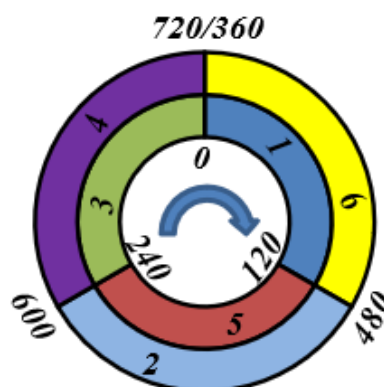

Рисунок 3.45. Диаграмма чередования тактов в 6-ти цилиндровом ДВС
После установки поршня первого цилиндра в ВМТ такт сжатия рекомендуется нанести маркером метки на гасителе крутильных колебаний (первоначальное положение) и блоке цилиндров. Далее, с шагом 120° нанести еще 2 метки на гаситель крутильных колебаний. При совмещении этих меток с меткой на блоке цилиндров будет соответствовать положению поршня ВМТ такт сжатия других цилиндров. см. диаграмму рис. 3.45.
- ▶ Проверить или отрегулировать зазор в соответствии с порядком работы цилиндров, т.е. в 5, 3, 6, 2 и 4 цилиндрах, каждый раз проворачивая коленчатый вал по часовой стрелке (если смотреть со стороны привода навесных агрегатов) на 120 градусов от первоначального положения рис. 3.45.